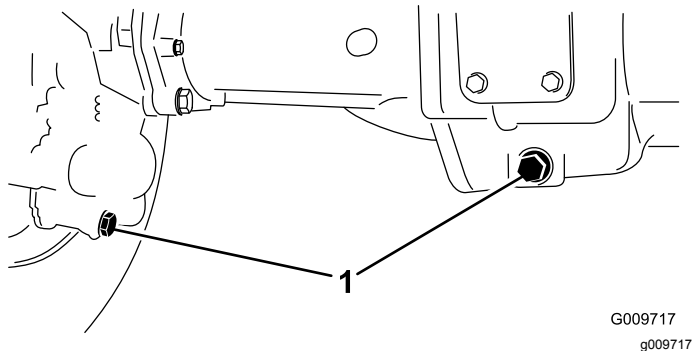

図 59
2. ドレンプラグそれぞれの端部に1本ずつ、中央に1本全部で3本の周囲をきれいにする 図 59。